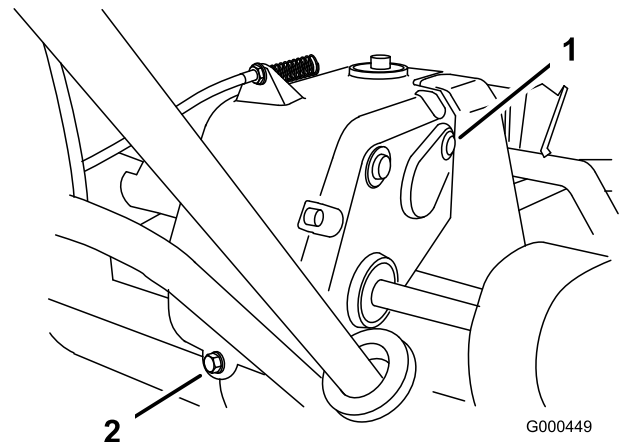

図 28
2. トランスミッション後部にあるドレン・プラグ（図 28）を抜いてオイルを抜く。
3. ハンドルを押さえて機体を後ろにそらす。トランスミッション右側にある点検・補給プラグ（図 28）を抜き取る。